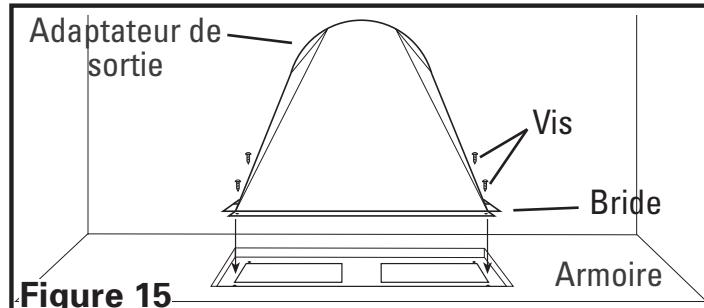

Figure 15
8. Installez l'adaptateur mural de la bonne taille requise (disponible séparément) à la hotte en le glissant dans les quatre trous percés précédemment sur la bride de l'adaptateur appariés aux quatre trous correspondants sur la hotte et fixez en place avec les vis comprises. Assurez-vous que le joint est étanche autour de l'adaptateur en sécurisant tous les raccords avec du ruban de gaine (Figure 15).